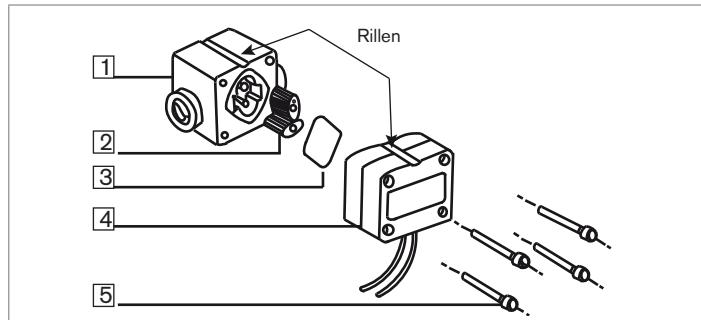

Bild 7: Explosionszeichnung des Gerätes
- Die 4 Schrauben (Marke 5 Bild 7) lösen und den Deckel mit Elektronikmodul (Marke 4 Bild 7) abnehmen.
- Die Dichtung (Marke 3 Bild 7) entfernen.
- Die Räder herausnehmen (Marke 2 Bild 7).
- Die Dichtung (Marke 3 Bild 7) wieder einsetzen.
- Den Deckel (Marke 4 Bild 7) wieder aufsetzen, dabei die Rille des Deckels auf diejenige des Gehäuses ausrichten.
- Die 4 Schrauben (Marke 5 Bild 7) vorsichtig, um das Gehäuse nicht zu beschädigen, mit folgendem Anzugsdrehmoment über Kreuz festziehen: